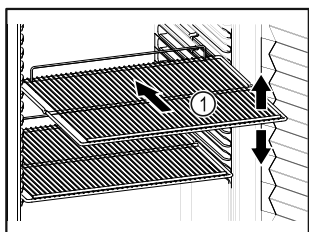

Fig. 84 Representación a modo de ejemplo
- Si los estantes de rejilla Fig. 84 (1) se pueden colocar en distintas posiciones, ajustarlos en altura.